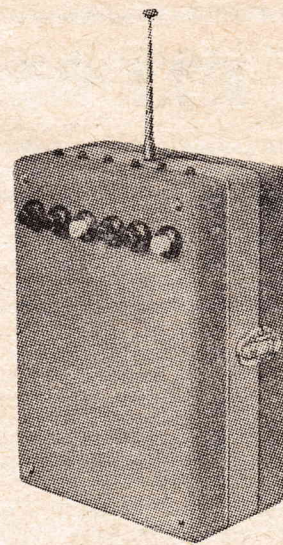

FIG. 9
a) L'émetteur EAW5 (fig. 9) sur 72 MHz; fréquences de modulation de 200 à 450 Hz en 6 canaux; oscillateur VHF Mesny à lampe 3A5; oscillateur BF à transistor (*La Source des Inventions*).